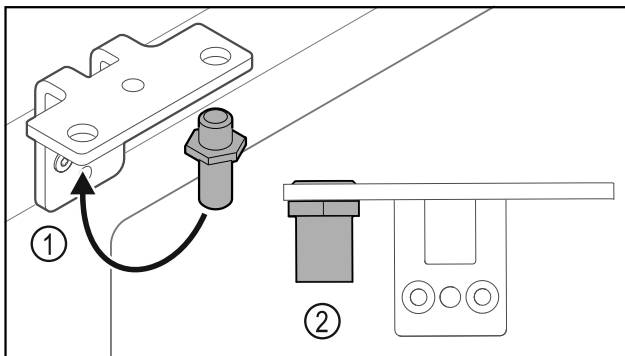

Fig. 24
- Cambiar la posición del perno Fig. 24 (1) en la escuadra de bisagra.
- Apretar el perno Fig. 24 (2) con un **par de 12 Nm**.